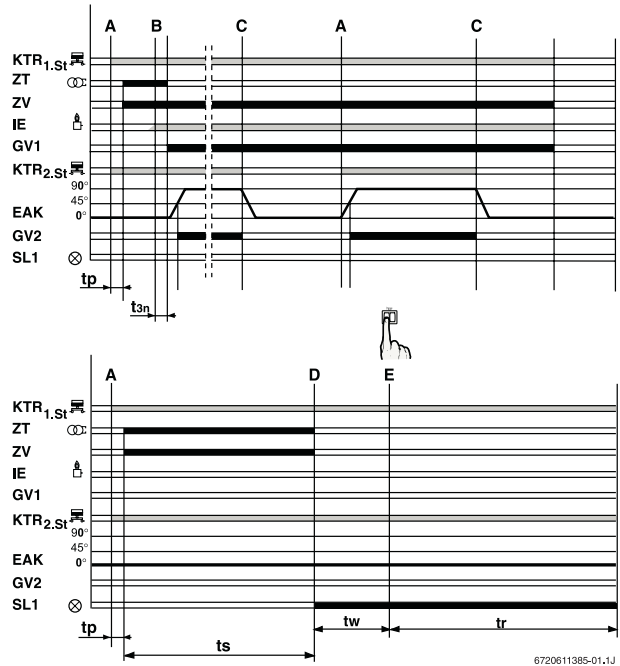

Рис. 1
### Пуск при наличии сигнала пламени (рис.1, верхняя диаграмма):
- После контрольного времени ( $t_p$ ) включается трансформатор запальника (ZT) и начинается розжиг. Одновременно открывается клапан запальника и на запальник подается газ.
- Тотчас ионизационный контроль пламени посылает сигнал (IE)  $>0,9 \mu A$  автомату горения газа, начинается время стабилизации ( $t_{3n}$ ).
- По истечении времени стабилизации ( $t_{3n}$ ) автомат горения газа открывает газовый клапан (GV1) и дает стартовую мощность горелке первой ступени. Этим обеспечивается бесшумный розжиг горелки. Одновременно выключается трансформатор запальника (ZT).
- Если сигнал пламени (IE) продолжается, при актуальном запросе тепла для включения горелки второй ступени (от панели управления ТАС-М), открывается вмонтированный клапан дымовых газов (EAK). При достижении положения клапана  $45^\circ$  подключается стартовая мощность посредством газового клапана (GV2).
### Отсутствие сигнала пламени (IE) в период времени безопасности ( $t_s$ ) (рис.1, нижняя диаграмма):
- Если автомат горения газа по истечении времени безопасности ( $t_s$ ) не получает сигнала пламени (IE), то одновременно: